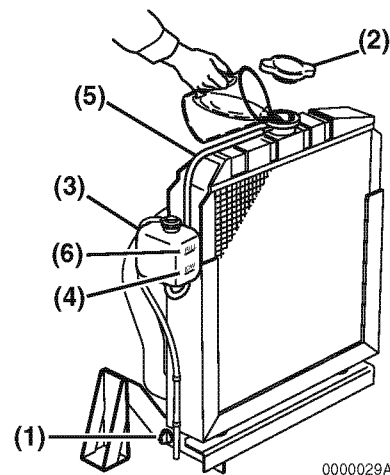
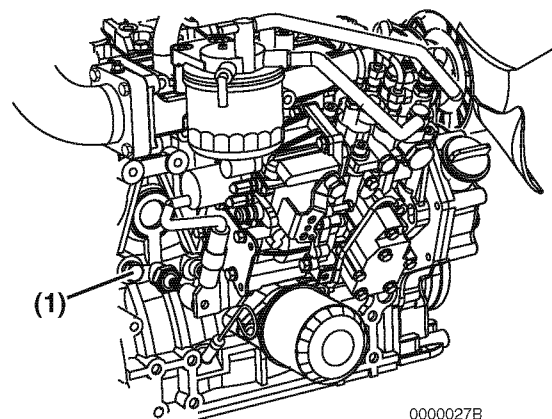
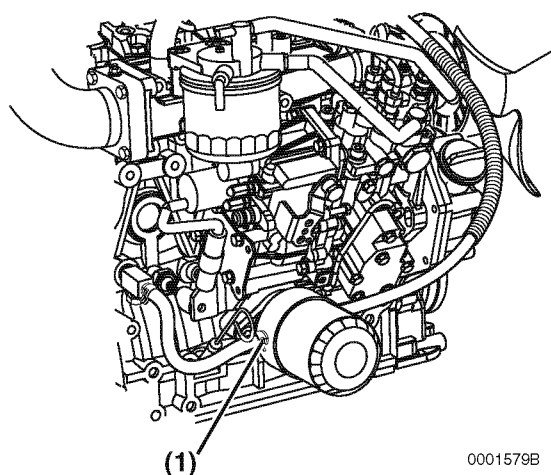

Figura 5
Figura 6
Figura 7
1. Verifique que el tapón de purga del radiador esté instalado y apretado o que el grifo de drenaje (**Figura 5, (1)**) esté cerrado. También asegúrese de que el tapón de purga del refrigerante (**Figura 6, (1)**) en el bloque del cilindro esté cerrado y que las mangueras del refrigerante (**Figura 7, (1)**) estén instaladas en el enfriador de aceite.
2. Quite la tapa del radiador (**Figura 5, (2)**) girándola en el sentido contrario al de las manecillas del reloj aproximadamente 1/3 de vuelta.
4. Vuelva a instalar la tapa del radiador (**Figura 5, (2)**). Alinee las lengüetas en el lado posterior de la tapa del radiador con las ranuras en el puerto de llenado de refrigerante del motor. Presione hacia abajo y gire la tapa en el sentido de las manecillas del reloj 1/3 de vuelta.
5. Quite la tapa del depósito de reserva (**Figura 5, (3)**), y llénelo hasta la marca LOW (BAJO) (**Figura 5, (4)**) con refrigerante de motor. Vuelva a instalar la tapa.
6. Compruebe la manguera (**Figura 5, (5)**) que conecta el depósito de reserva (**Figura 5, (3)**) con el radiador. Asegúrese que está conectada firmemente y que no existen grietas o daños. Si la manguera está dañada, el refrigerante del motor se escapará en vez de dirigirse hacia el depósito de reserva.
7. Haga funcionar el motor hasta que alcance la temperatura de trabajo. Verifique el nivel de refrigerante del motor en el depósito de reserva. Cuando el motor esté funcionando y el refrigerante del motor esté a una temperatura normal, el nivel de refrigerante del depósito de reserva debería estar en o cerca de la marca FULL (HOT) (LLENO (CALIENTE)) (**Figura 5, (6)**). Si el refrigerante no está en la marca FULL (HOT) (LLENO (CALIENTE)), agregue refrigerante al depósito de reserva hasta el nivel de refrigerante con la marca FULL (HOT) (LLENO (CALIENTE)).
1. Compruebe el nivel de refrigerante del motor en el depósito de reserva. Cuando el motor esté frío, el nivel de refrigerante en el depósito debe estar en o ligeramente por encima de la marca LOW (COLD) (BAJO (FRIO)) (**Figura 5, (4)**) en el depósito de reserva de refrigerante.
Si el nivel de refrigerante está en la marca FULL (HOT) (LLENO (CALIENTE)) (**Figura 5, (6)**) cuando el motor esté frío, el refrigerante se expandirá cuando se caliente y posiblemente saldrá de la manguera de desbordamiento.